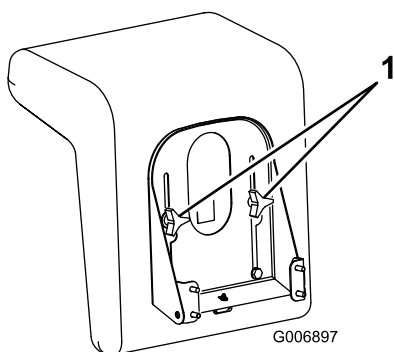

Figura 5
1. Suba el asiento y afloje los pomos de ajuste (Figura 5).